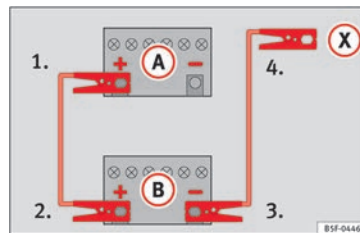

Fig. 78 Esquema de conexión para vehículos sin sistema Start Stop.
2. Emborne un extremo del cable **rojo** de emergencia al polo positivo (+) del vehículo con la batería descargada (A) » » » **fig. 78**.
3. Emborne el otro extremo del cable **rojo** de emergencia al polo positivo (+) del vehículo que suministra la corriente (B).
4. **En los vehículos sin sistema Start-Stop:** emborne un extremo del cable **negro** de emergencia al polo negativo (-) del vehículo que suministra la corriente (B) » » » **fig. 78**.
– En los vehículos con sistema Start-Stop: emborne un extremo del cable **negro** de emergencia (X) a un terminal de masa adecuado, a una pieza de metal maciza que » » »